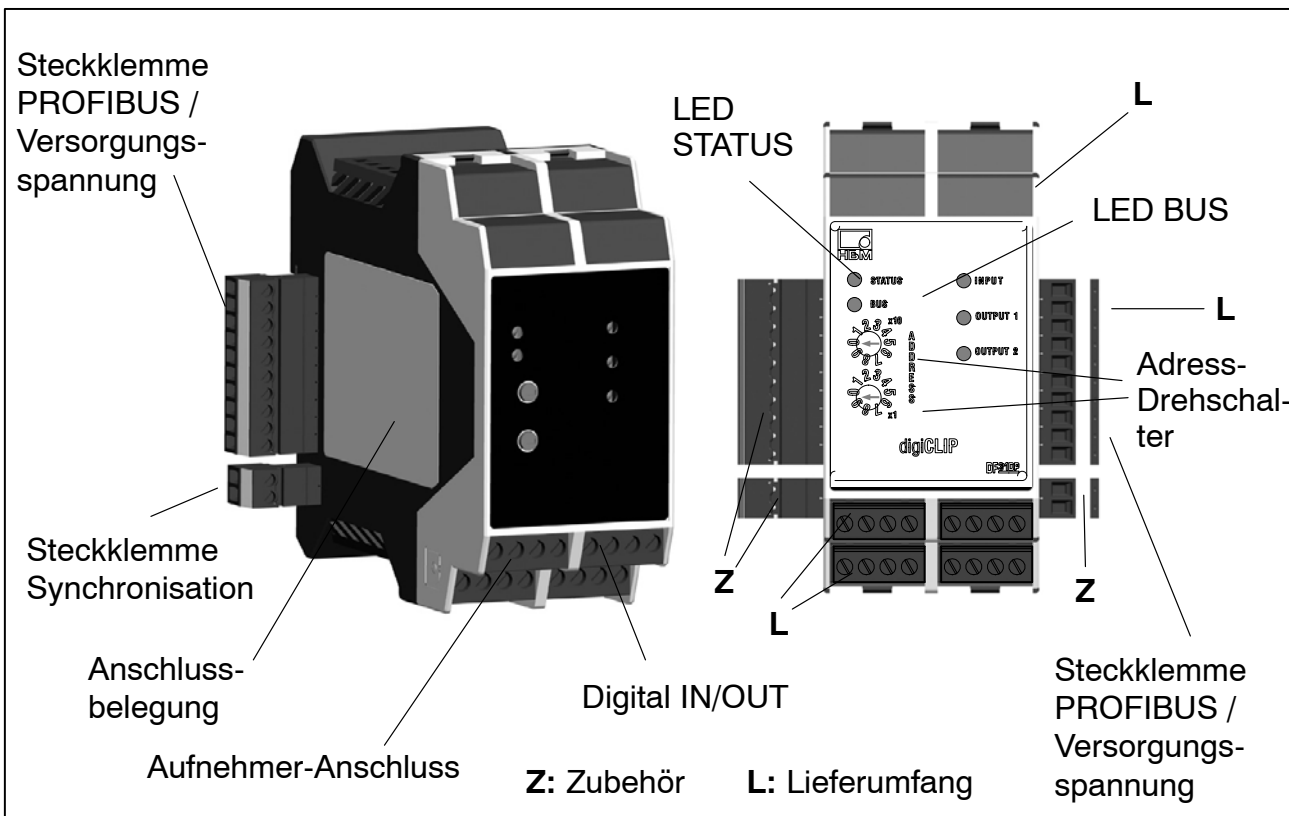
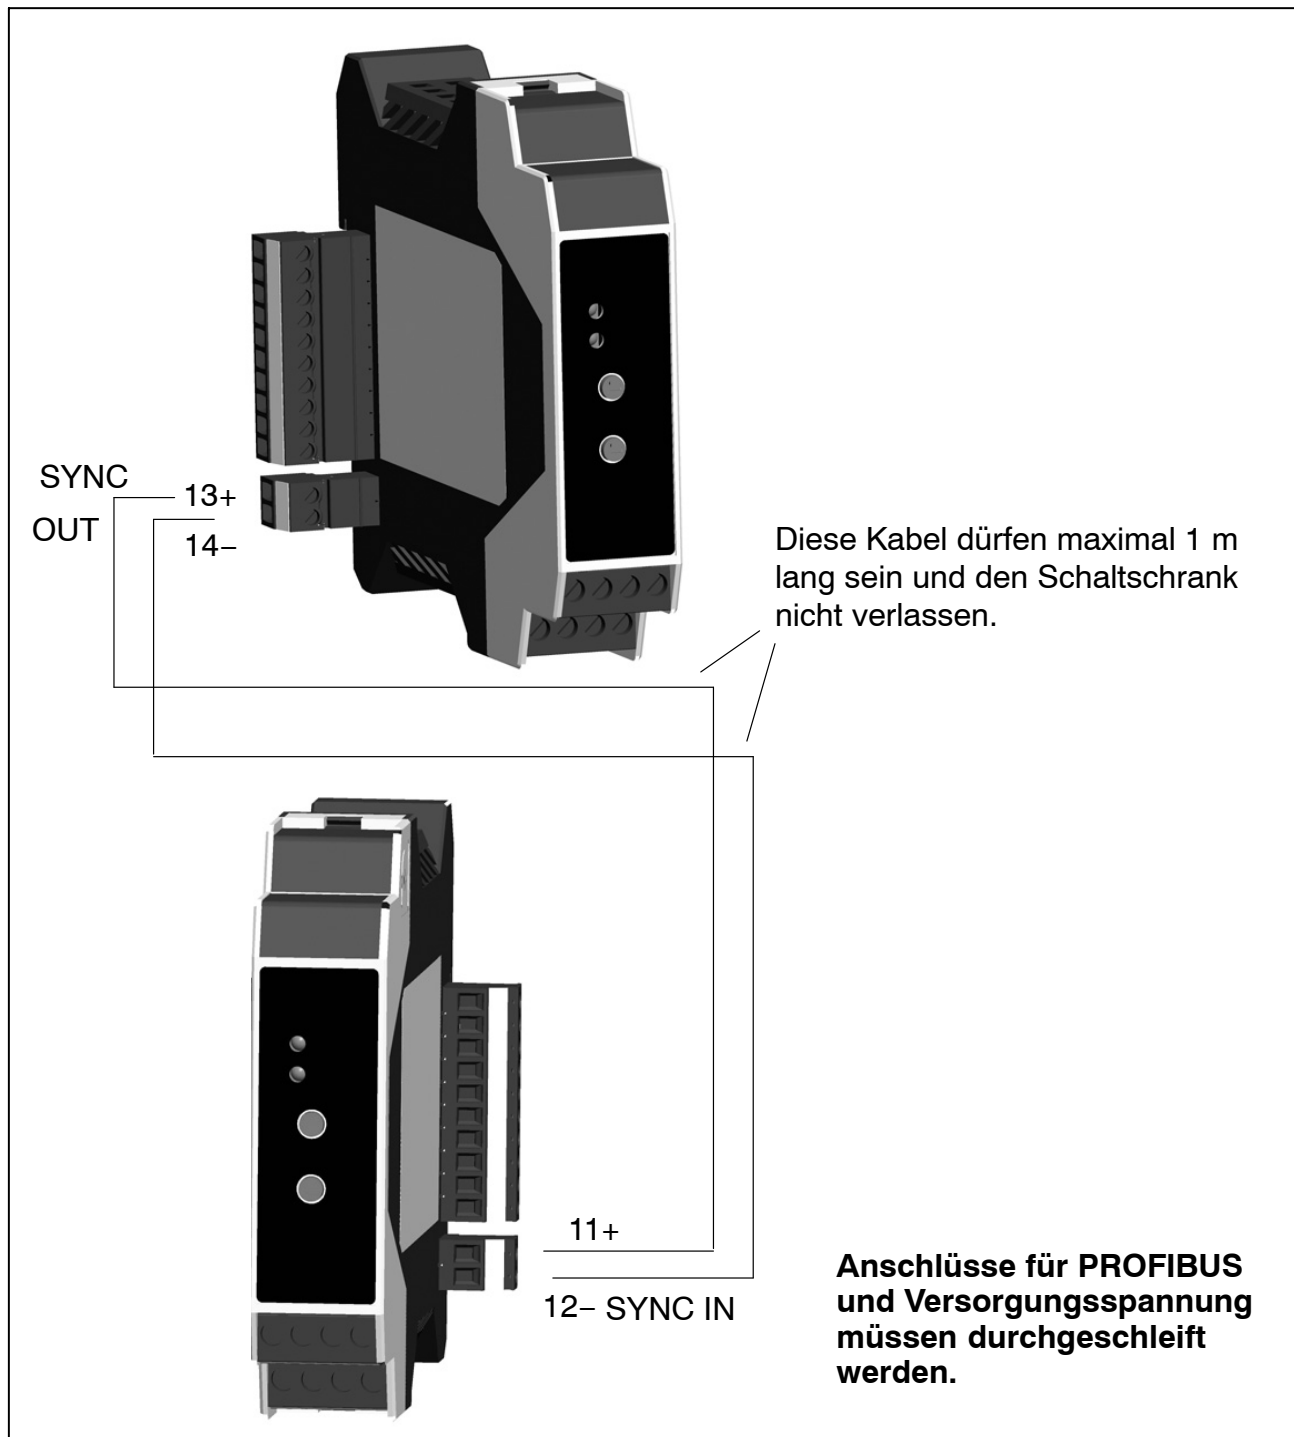

Abb. 2.2: digiCLIP-Modul DF31DP
Abb. 4.5: Montage auf mehreren Ebenen (hier: DF30DP)
- bei Montage auf mehreren Ebenen: an das Modul 3 den Stecker SYNC-OUT stecken (siehe Abb. 2.2 und Abb. 4.5) und mit SYNC-IN des ersten Moduls der nächsten Ebene verbinden
Werden die Module auf mehrere Schienen verteilt, sind die 2poligen Synchronisationsstecker (1-digiCLIP-ST) zu verwenden (siehe Abb. 4.5).